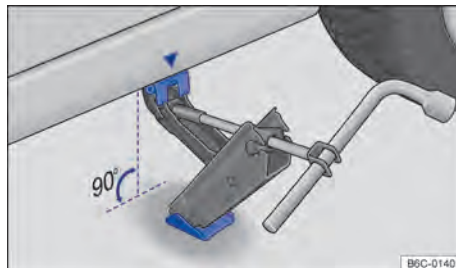

Fig. 163 Puntos de apoyo del gato y gato posicionado atrás en el lado izquierdo trasero del vehículo.
9. Garantizar que la base del gato, con toda su superficie, esté sobre el piso y que la base se encuentre perpendicularmente por debajo del punto de colocación → **fig. 163**.
10. Alinear el gato y, simultáneamente, levantar la garra del gato hasta que se encaje en el travesaño debajo del vehículo → fig. 163.
- Posicionar el gato únicamente en los puntos indicados. La garra del gato debe encajarse en el perfil del larguero de forma segura → fig. 163.